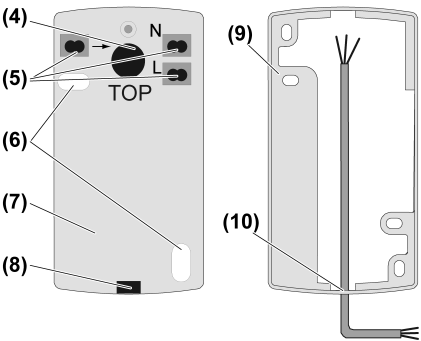

Figure 4: Face arrière du boîtier et cadre de montage
- Insérer les bornes enfichables pour la fixation dans les supports (5) de la partie supérieure du boîtier (figure 4).